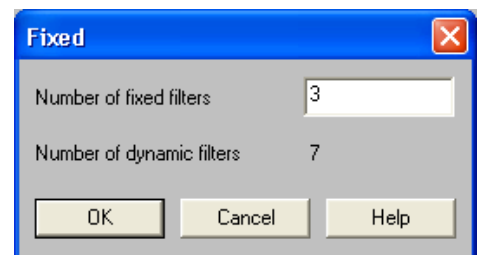

FIGURE 7-11 : Boîte de dialogue « Fixed »
- La boîte de dialogue « Fixed » apparaît, comme illustré sur la droite à la figure 7-11.